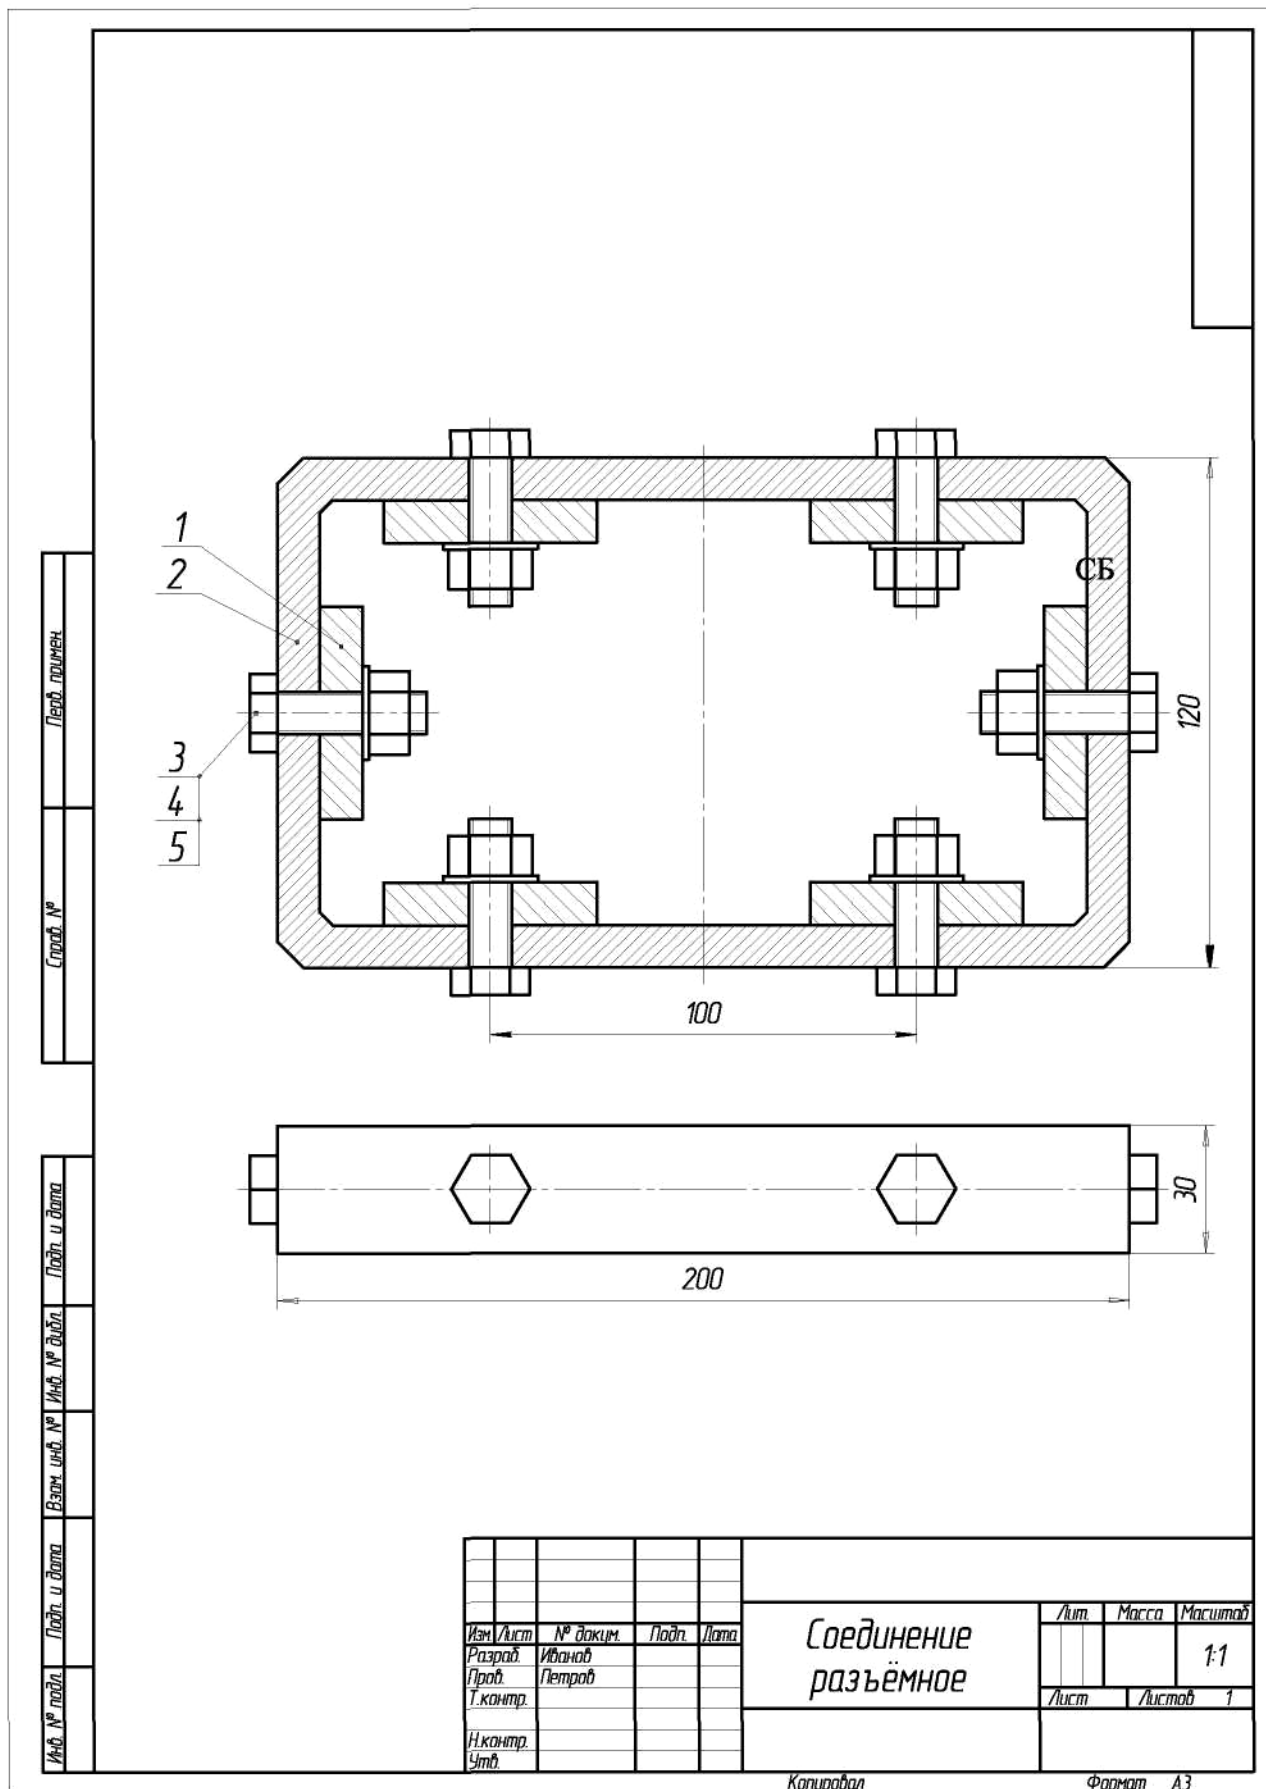

Рис. 4.13. - Пример выполненной работы
9. Выполнить вид сверху (рис. 4.13). Вставить изображения болтового со- единения на виде сверху, используя установки в окне **Болт Гайка Шайба** - кнопку **Вид сверху**;